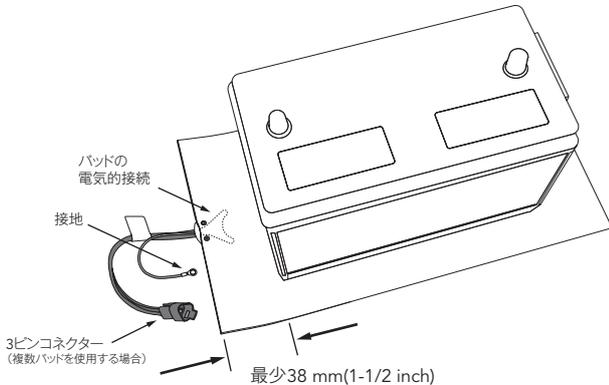

図2 バッテリーパッドの取り付け
6. バッテリーをパッドの上に置きます。パッドの電気接続部を損傷しないようにバッテリーは少なくとも38mm(1-1/2 inch)パッドの端から離して設置してください。図2参照。